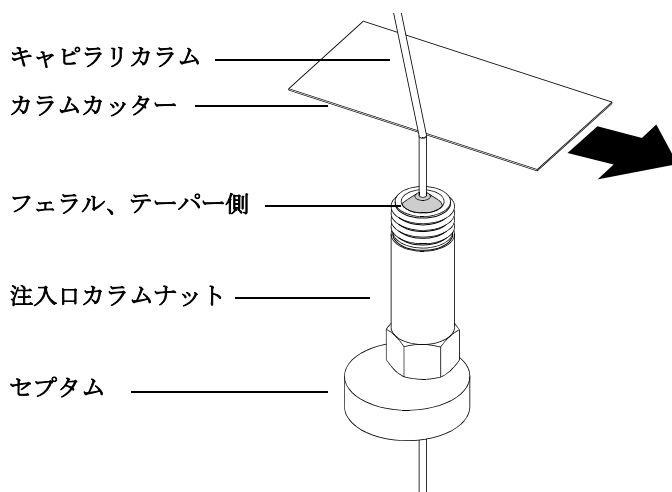

図 7 キャピラリカラムの取り付け準備
- 1 セプタム、カラムナットおよびコンディショニングされたフェラルをカラムの固定されていない方の端に突き通します (図 7)。フェラルのテーパのある端をカラムナットから離れた方に向けて通します。